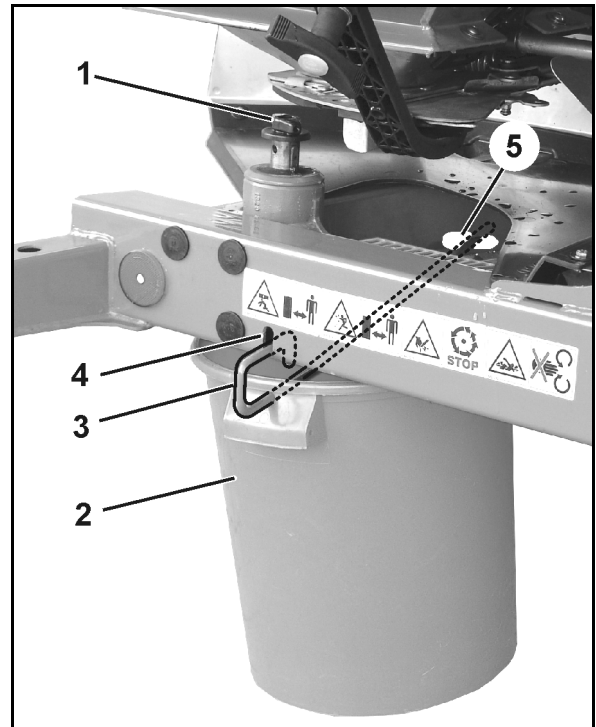

図 50
- 2.1 散布ディスク固定用の蝶ねじ (図 50/1) を回して外し、ギアシャフトから散布ディスクを引き抜きます。
3. 収容容器 (図 50/2) はハンガー (図 50/3) により、フレームの収容部 (図 50/4 と 図 50/5) に掛けます。